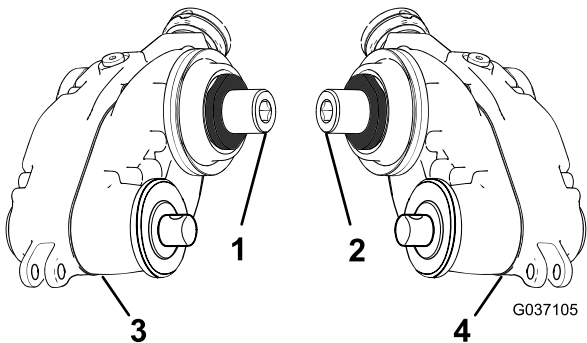

图7
1. 识别左驱动疏草刀驱动箱和右驱动疏草刀驱动箱；请参阅图7。